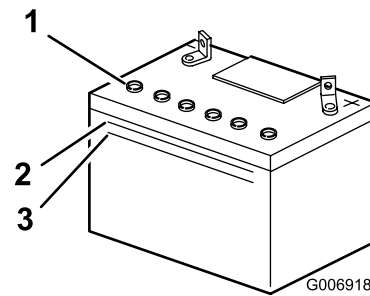

Bild 32
2. Sehen Sie sich die Seite der Batterie an. Der Füllstand muss bis zur oberen Linie reichen (Bild 32).
Hinweis: der Säurestand darf nicht unter die untere Linie fallen (Bild 32).
2. Entfernen Sie die Fülldeckel (Bild 32).
3. Gießen Sie langsam destilliertes Wasser in jede Batteriezelle, bis der Füllstand den unteren Teil des Rohrs erreicht (Bild 32).